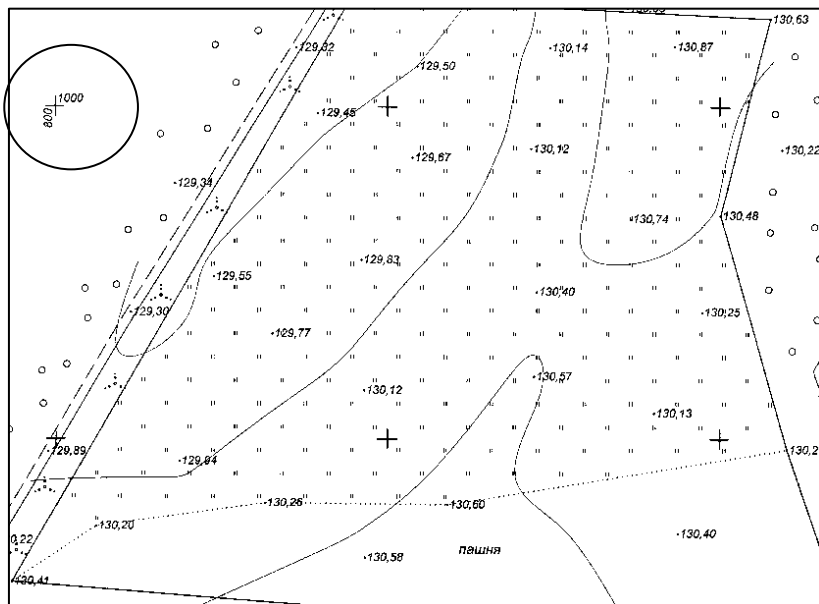

Рис. 2.10. «Фрагмент 2»
3.1. Определитесь с выбором и количеством опорных точек на активном фрагменте «Фрагмент 2.bmp». В данном случае в качестве опорных точек удобно взять кресты координатной сетки, один из которых (северо-западный) подписан (рис. 2.10).